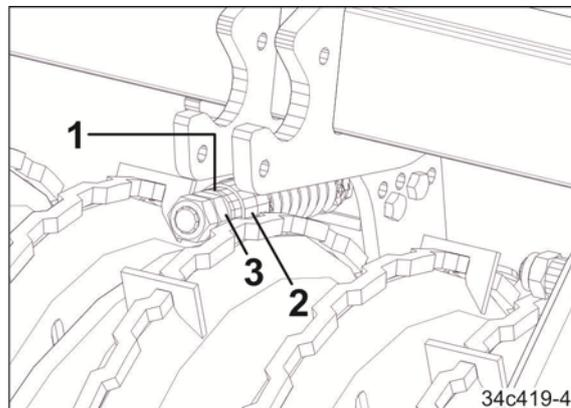

Fig. 165
2. Insérer 1 à 2 disques de compensation (Fig. 165/1) entre la douille (Fig. 165/2) et l'écrou hexagonal (Fig. 165/3).